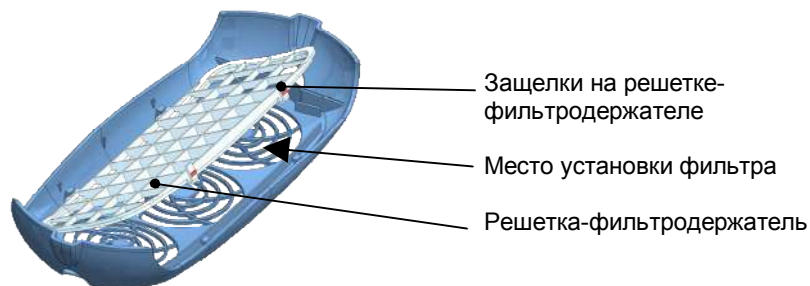

Рис.7
- Снять **решетку – фильтродержатель**, одновременно нажав по направлению к центру решетки на защелки, расположенные на **решетке - фильтродержателе** (рис.7), и вынуть использованный фильтр, соблюдая правила обращения с инфицированными материалами.
- Установить новый фильтр, закрепив его **решеткой-фильтродержателем** на защитной решетке рециркулятора (рис.7).
- Установить винты, соединяющие крышку и основание корпуса (рис.7 Приложение 1).